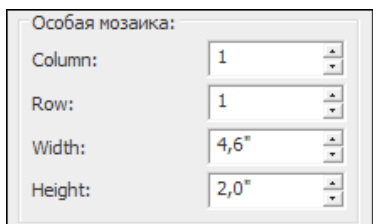

Рис. 6. Окно настройки особой мозаики
2. В области «Особая мозаика» (см. рис. 6) введите новые значения ширины и высоты выбранного элемента мозаики. Можно также щелкнуть по линии его границы и затем перетащить эту линию в новое положение.